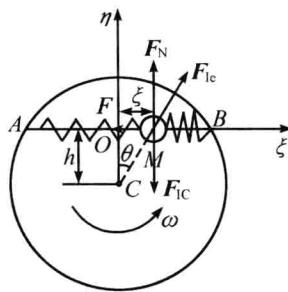

图 1-9
**1-7** 质点  $M$  的质量为  $m$ , 在光滑的水平圆盘面上沿弦  $AB$  滑动, 圆盘以等角速度  $\omega$  绕沿直轴  $C$  转动, 如图 1-9 所示。如质点被两个弹簧系住, 弹簧的刚性系数为  $\frac{k}{2}$ , 求质点的自由振动周期。设点  $O$  为质点相对平衡的位置。